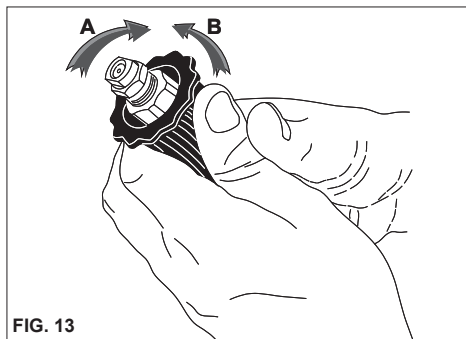

FIG. 13
USO DELLA TESTINA REGOLABILE (fig. 13)
- Quando l'idropultrice non viene utilizzata chiudere il dispositivo di sicurezza dell'impugnatura (fig. 13).